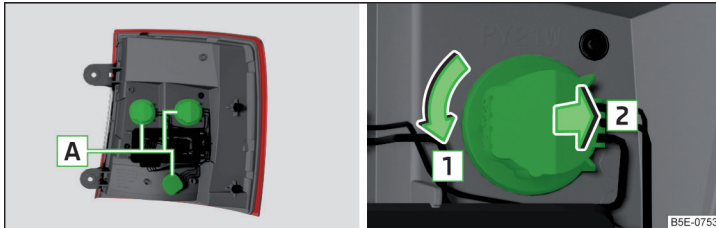

Abb. 363 Äußerer Teil der Leuchte / Fassung mit Glühlampe herausnehmen
- › Die Fassung mit der Glühlampe **A** in Pfeilrichtung **1** drehen » Abb. 363.